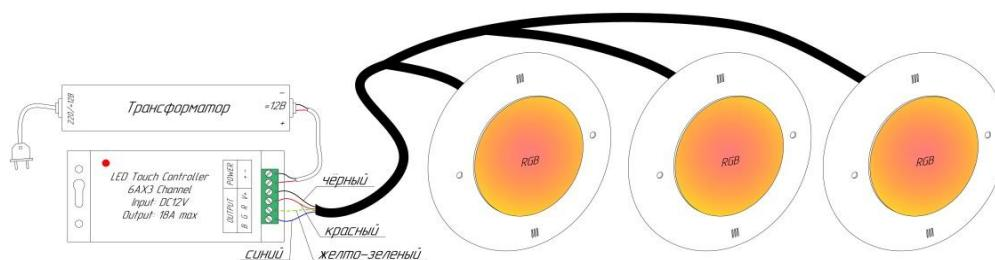

Рис.2 Подключение прожектора светодиодного RGBW 25 Вт, 12В (арт. Р11-22)
5.5. Подключить прожектор согласно приведенной электрической схеме рис. 2 для арт. Р11-22